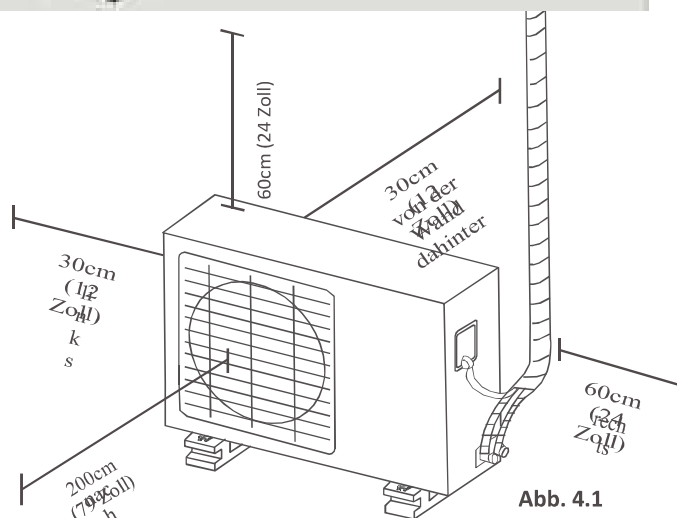

Abb. 4.1
- erfüllt alle Platzanforderungen wie gezeigt in den Installationsplatzanforderungen (**Abb. 4.1**)